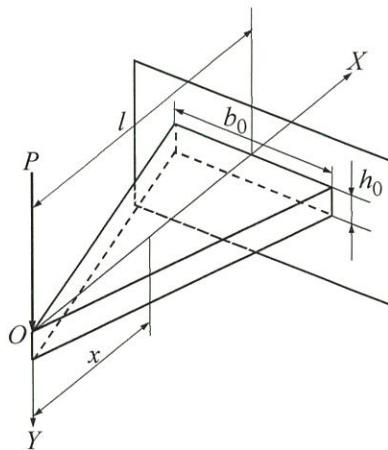

図 1
- (1) 縦弾性係数が E の長さ l の片持ちはりについて、図 1 に示すようにはりの形状は固定端を底辺にもつ二等辺三角形（厚さ h_0 、固定端における幅 b_0 ）とする。はりの先端 O に集中荷重 P が作用している。